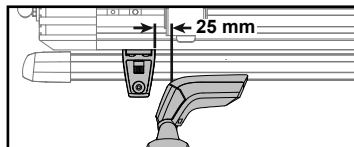

Abb. 2
- ☐ Positionieren Sie die Befestigungselemente nicht weiter als 2,5 cm außerhalb des Turms (siehe Abbildung 2).